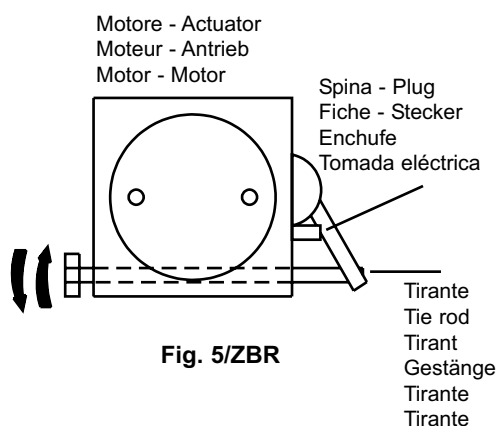

Fig. 5/ZBR
6. Agire sullo sblocco meccanico (Fig. 5/ZBR) per posizionare la sbarra orizzontalmente.
6. Use the manual release (Fig. 5/ZBR) to position the barrier horizontally.
6. Agir sur le déblocage mécanique (Fig. 5/ZBR) pour placer la barre à l'horizontale.
6. Die mechanische Sperre öffnen (Abb. 5/ZBR) und den Schrankenbaum waagrecht positionieren.
6. Actuar no desbloqueador mecânico (Fig. 5/ZBR) para colocar a barra horizontalmente.